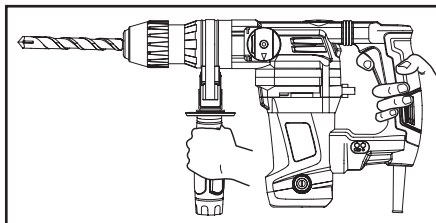

Abb. 12
- Halten Sie den Bohrhämmer mit beiden Händen fest an den Griffflächen vom Haupt- und Zusatzgriff bei einer stabilen und festen Körperhaltung, siehe Abb. 12. Die Bohrhämmer greifen stark ein und somit kann die Stabilität des Bedieners beeinträchtigt werden. Auch diese Haltungsart des Werkzeugs an den Kunststoffgriffen reduziert das Risiko eines Stromschlags beim Kontakt mit einer versteckten Stromleitung.